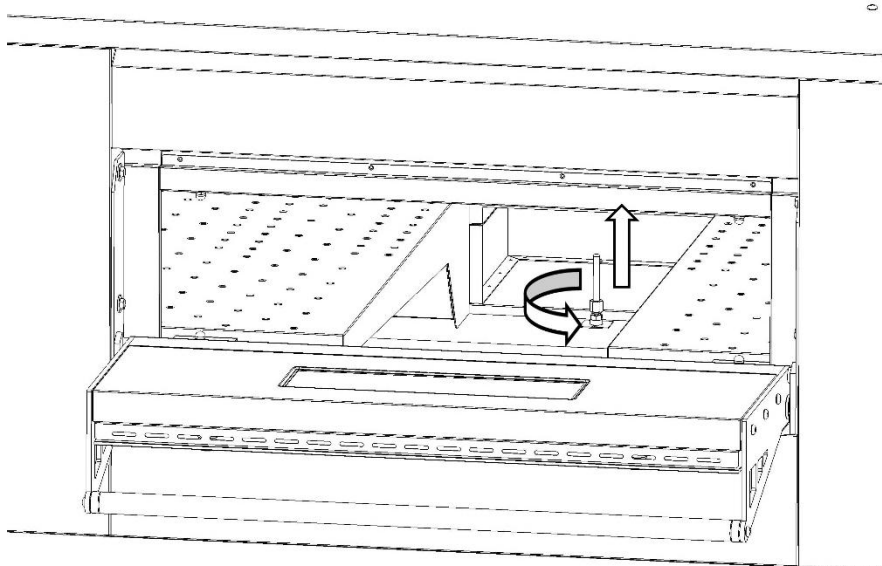

Fig.9B
7. Con una chiave da 12 allentare il dado di fissaggio del supporto e sfilare la sonda (Fig.9B).